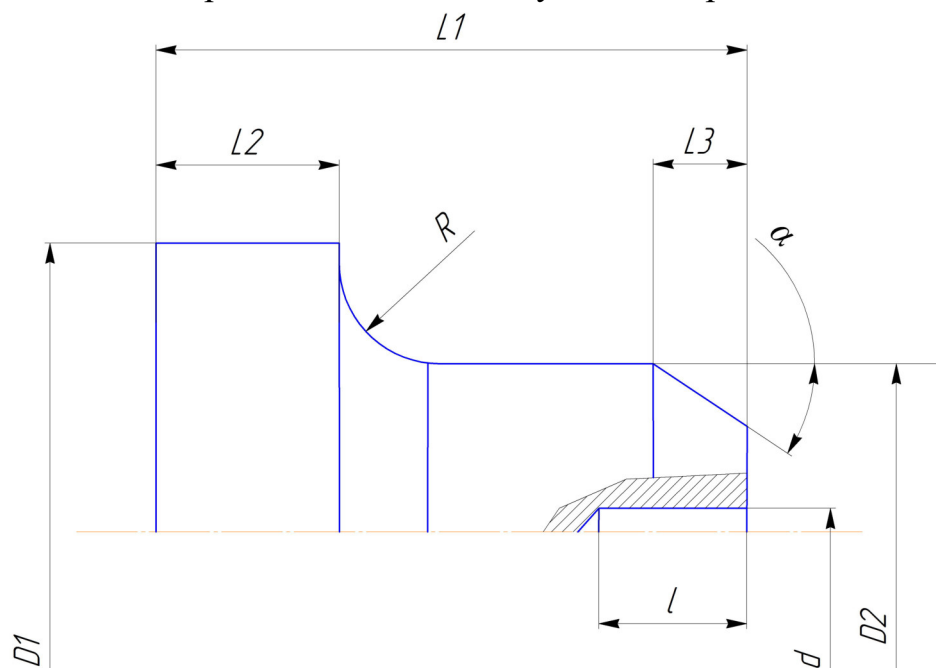

Рисунок 1. Эскиз задания задачи 1.
**Задача 1.** Составить программу в коде *ISO-7bit* получения изделия представленного эскизом на рис.1. Выполнить эмуляцию обработки.